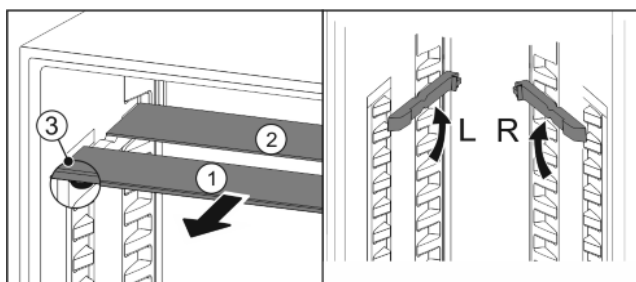

Fig. 20
- ▶ Glasplaten afzonderlijk vanaf de voorkant eruit trekken Fig. 20 (1).
- ▷ Glasplaat Fig. 20 (1) met de uittrekaanslagen bevindt zich aan de voorkant.
- ▷ Aanslagen zijn naar onder gericht Fig. 20 (3).